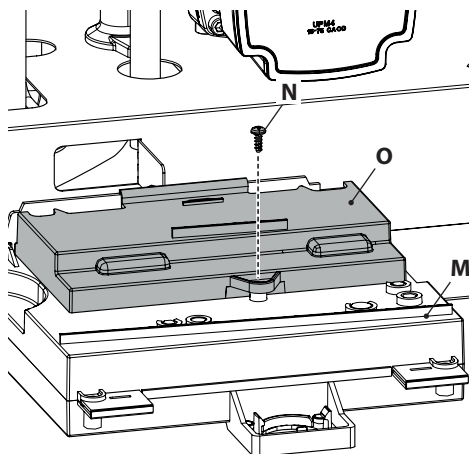

Figura 5.19
- Ruotare il pannello comandi **M**, come illustrato in Figura 5.19.
- Svitare la vite **N** e sollevare il coperchio **O** per accedere alle morsettiere alimentazione elettrica, remoto e sonda esterna (Figura 5.19).